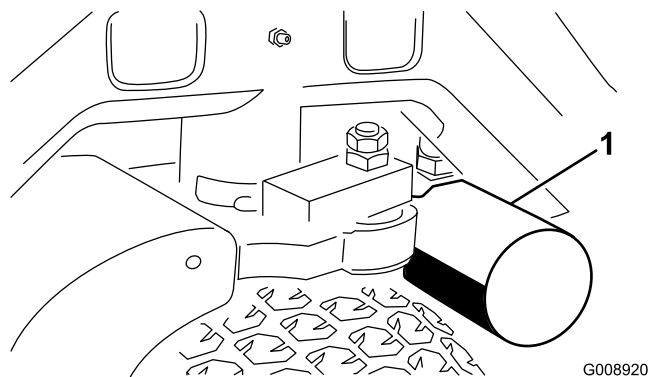
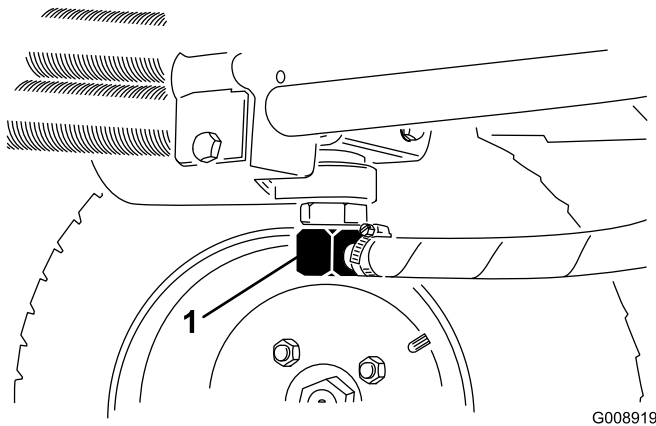

Figura 56
Figura 57
- Limpie la zona de montaje del filtro. Coloque un recipiente debajo del filtro (Figura 56) y retire el filtro.
2. Desconecte el tubo hidráulico (Figura 57) o retire el filtro hidráulico (Figura 56) y deje fluir el aceite hidráulico en un recipiente apropiado. Vuelva a colocar el tubo cuando el aceite hidráulico se haya drenado.